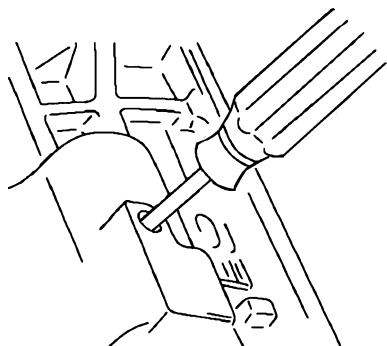

图 28-39 插入螺钉旋具固定左侧平衡轴
1) 将直径 8mm 的十字螺钉旋具插入气缸体左侧的塞孔中, 固定住左侧平衡轴, 使其不能转动, 如图 28-39 所示。